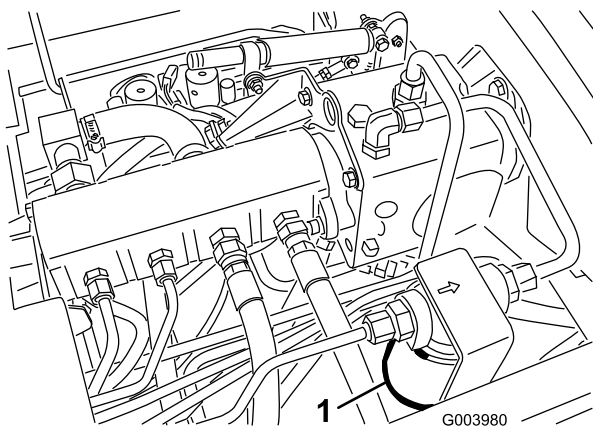
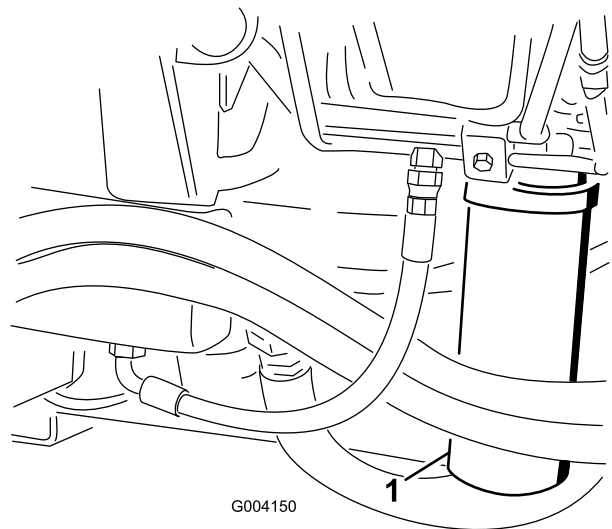

Bild 74
Bild 75
2. Reinigen Sie den Bereich um den Filterbefestigungsbereich und stellen Sie eine Auffangwanne unter den Filter (Bild 74) und (Bild 75).